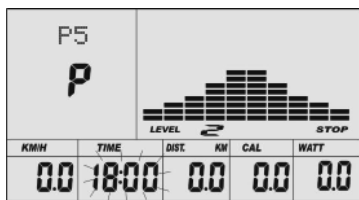

图 26
- C. 时间的读数闪烁，按 UP、DOWN 键（或旋转）设定希望运动的时间，然后按 ENTER 键确定所设置的数值。（如图 26）